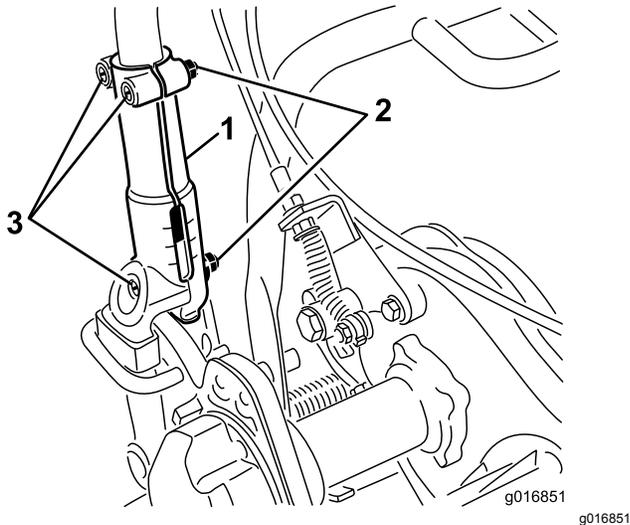

Bild 26
1. Lösen Sie die drei Schlossschrauben und Muttern, mit denen jede Seite des Holm in den Holmklemmen befestigt ist (**Bild 26**).